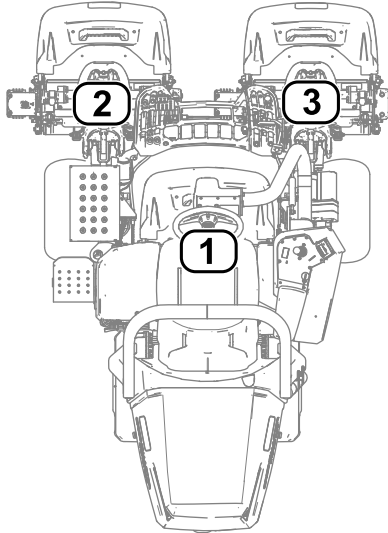

Bild 31
- **1** bezieht sich auf das mittlere Mähwerk (Bild 31)
- **2** bezieht sich auf das linke Mähwerk (Bild 31)
- **3** bezieht sich auf das rechte Mähwerk (Bild 31)